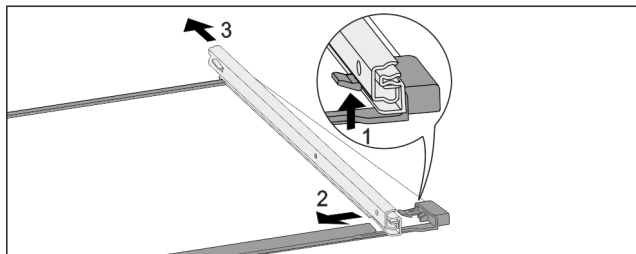

Fig. 244 Lasihylly kiskoilla
- ▶ Paina etummaista kiinnikettä ylöspäin. Fig. 244 (1)
- ▶ Siirrä vetokiskoa sivuun Fig. 244 (2) ja taaksepäin Fig. 244 (3).